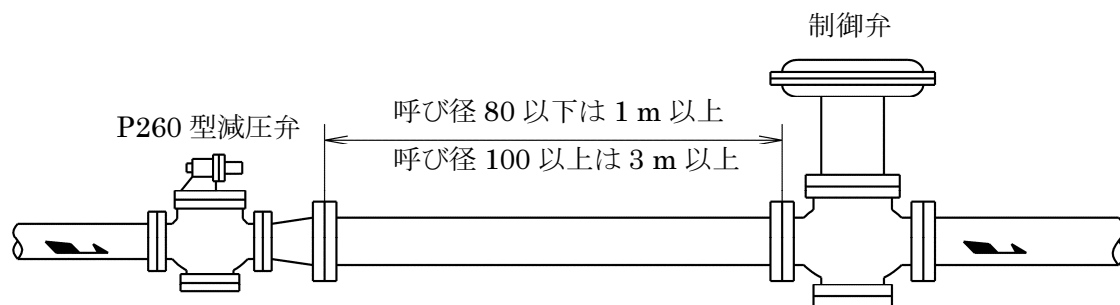

図5 制御弁がある場合(二次側)
3.5 減圧弁の二次側に制御弁を取り付ける場合、減圧弁と制御弁の距離をできるだけ長く(呼び径 80 以下は 1m 以上、呼び径 100 以上は 3m 以上)とってください(図 5)。一次側に制御弁を取り付ける場合も同様です。